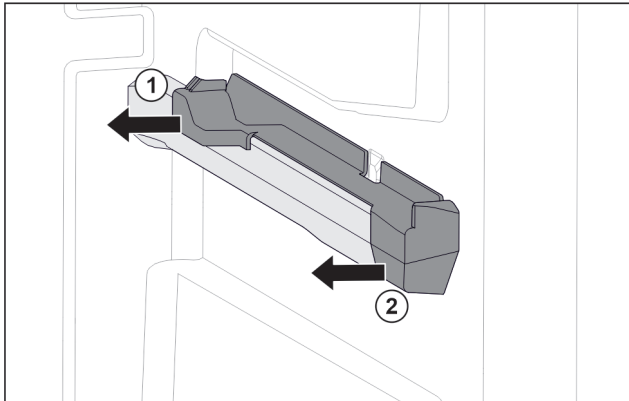

Fig. 97 Instekelement op rechter containerrib
- ▶ Instekelement achter naar de zijkant toe eraf trekken. Fig. 97 (1)
- ▶ Instekelement voor naar de zijkant toe eraf trekken. Fig. 97 (2)